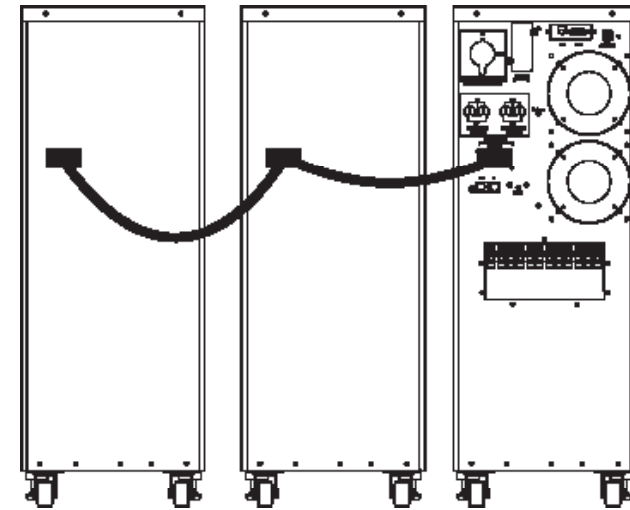

Рис. 2.2
- 3 Подключите провод блока батарей к ИБП (рис. 2.2). Если Вы используете второй блок батарей, то подключите его к первому.